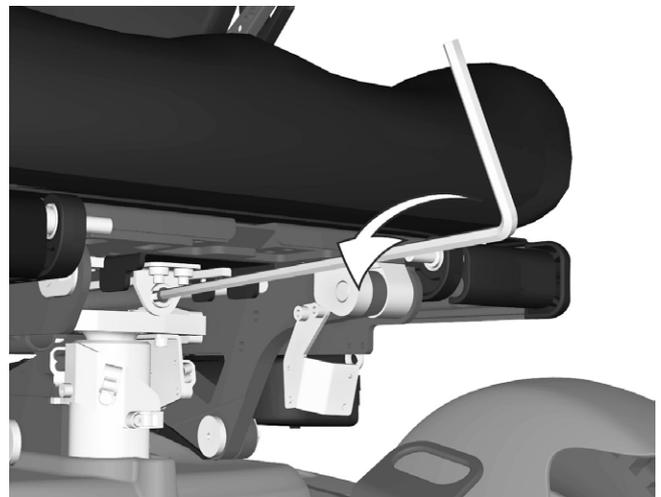

Abbildung 65. Mit dem Inbusschlüssel von der Rückenlehne den Winkel der Sitzhöhenverstellung einstellen.
1. Mit dem Inbusschlüssel von der Rückenlehne durch Drehen der Achse den Winkel der Sitzhöhenverstellung einstellen. Siehe Abbildung. 65.